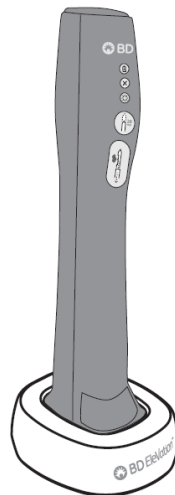

Figura 14
4. Coloque o BD EleVation™ Driver no suporte de carregamento sem fio, conforme mostrado na Figura 14. O indicador BATTERY (Bateria) no BD EleVation™ Driver acende de acordo com a tabela abaixo para indicar que a bateria está carregando.